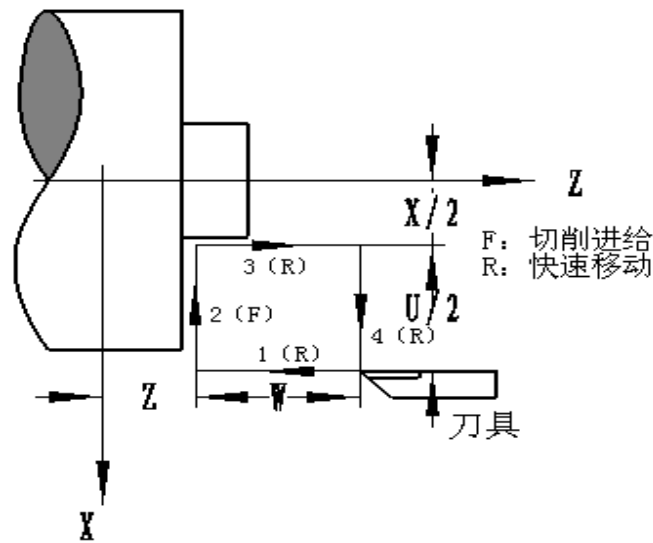

图 2-18
功能说明: G94 指令可实现端面以及锥度端面的单一循环加工, 循环完毕后刀具返回起刀点位置 (轨迹 1 的起点), 如图 2-18 和图 2-19。图中 (F) 线段表示切削进给, (R) 线段表示快速移动。